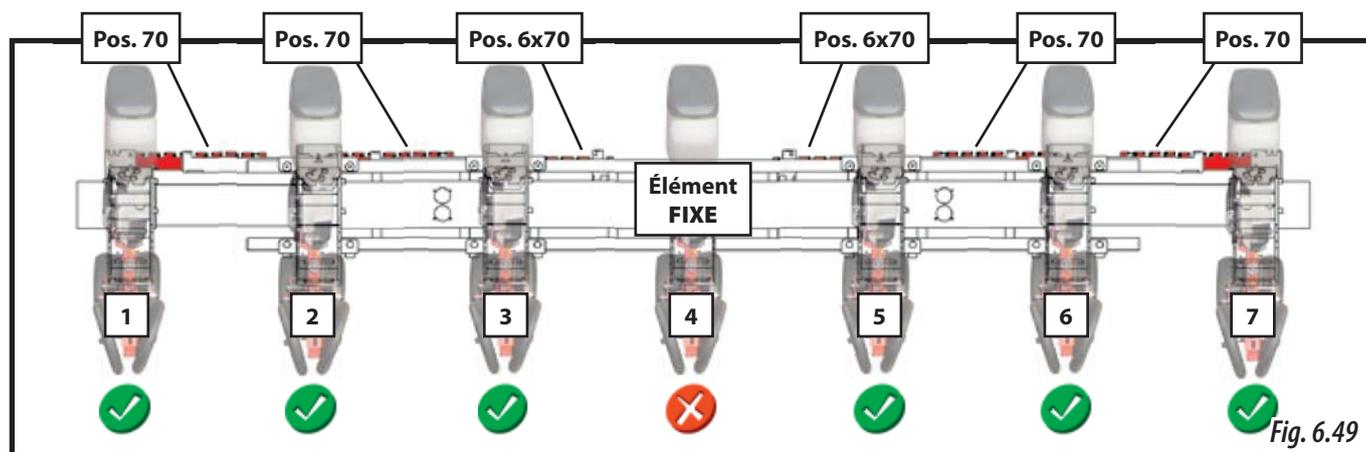

Fig. 6.49
- 1- Exclure l'élément central (Fig. 6.49), voir section 6.7 DÉBRAYAGE D'UN ÉLÉMENT SEMEUR.
- 3- Placez les butées d'ouverture entre les éléments, à la distance indiquée sur la Fig. 6.49 :